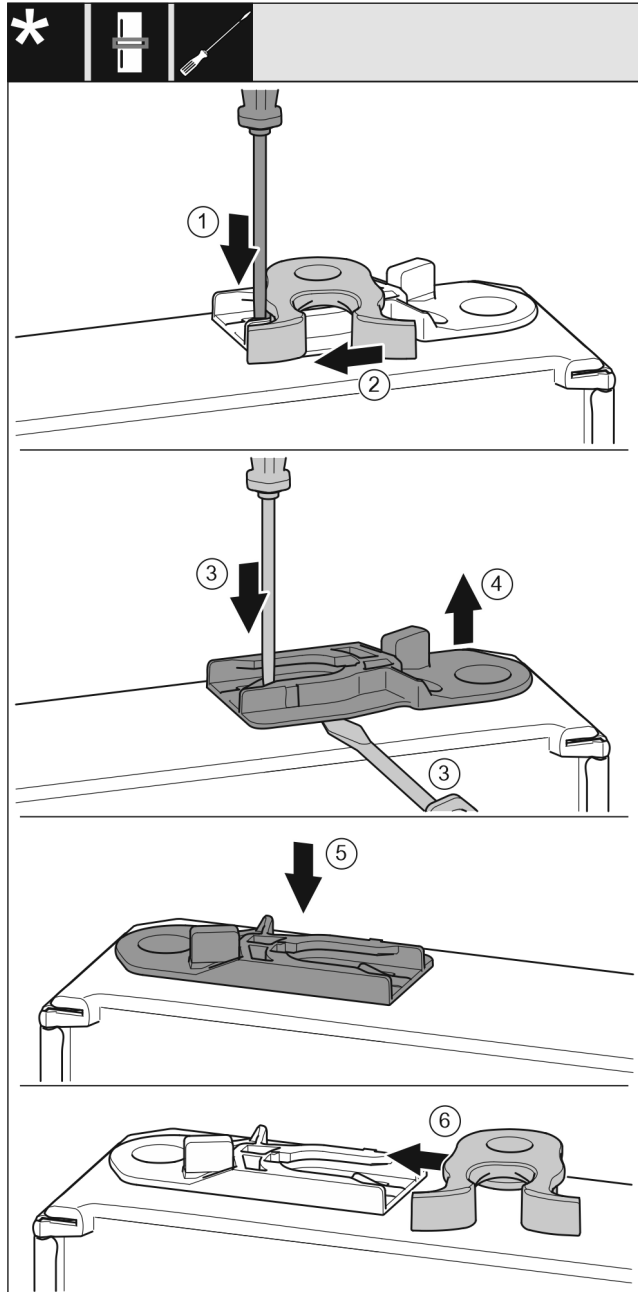

Fig. 20
- Pousser la languette Fig. 20 (1) vers le bas avec un tournevis plat.
- Retirer la gâche Fig. 20 (2) du guide.
- Retirer la douille de guidage Fig. 20 (3, 4) : Presser la languette avec un tournevis plat tout en faisant passer un autre tournevis plat sous la douille de guidage.
- Insérer la douille de guidage Fig. 20 (5) fournie de l'autre côté du boîtier.
- Insérer la gâche Fig. 20 (6) dans le guide.